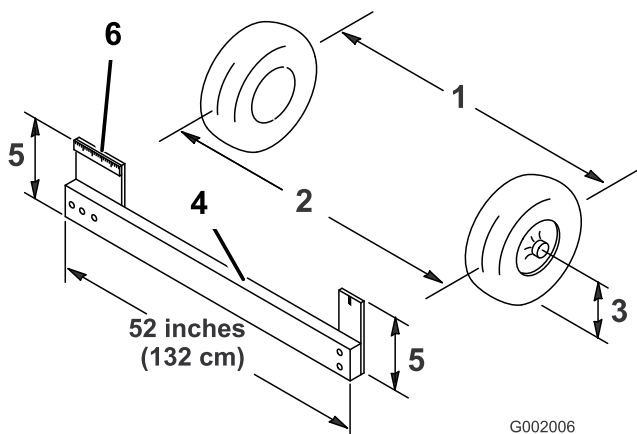

Bild 60
4. Messen Sie den Abstand zwischen beiden Vorderreifen auf Achshöhe (an der Vorder- und Rückseite der Vorderreifen) (Bild 60). Eine Messlehre ist für das hintere Maß der Vorderreifen auf Achshöhe erforderlich. Benutzen Sie das gleiche Maß für das genaue Vermessen der Vorderseite der Vorderreifen auf Achshöhe (Bild 60).